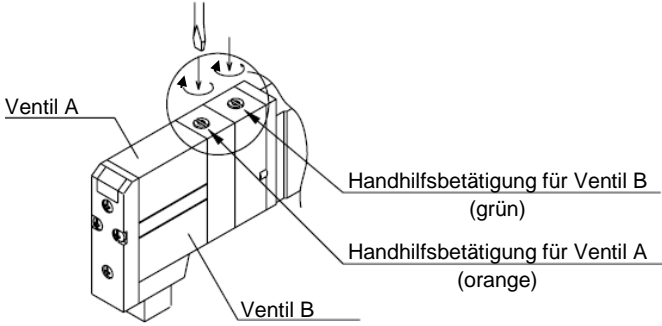

Abbildung 2
2.5.2 Verriegelbar mit Schlitz (Werkzeug erforderlich) (siehe Abbildung 2)